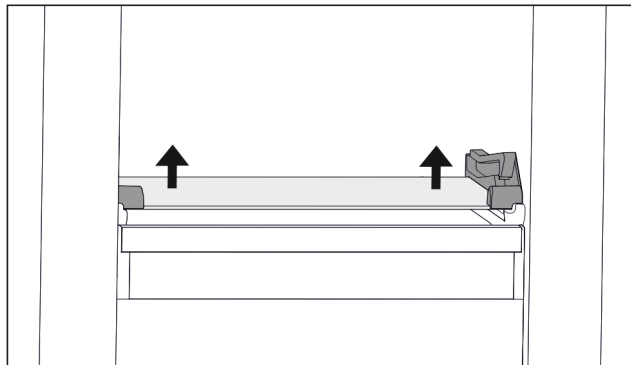

Fig. 107 Placa de sticlă a sertarului înclinabil
- ▶ Apăsăți placa de sticlă de jos în sus pe ambele părți. (vezi Fig. 107)